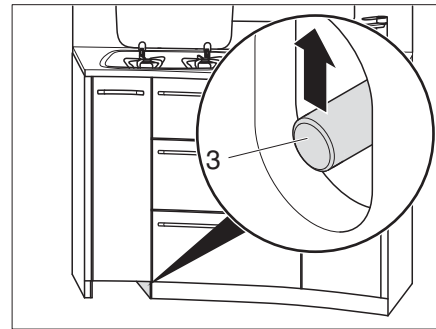

Bild 117 Küchenschubladen entriegeln
- Schubstange (Bild 117,3) nach oben schieben.